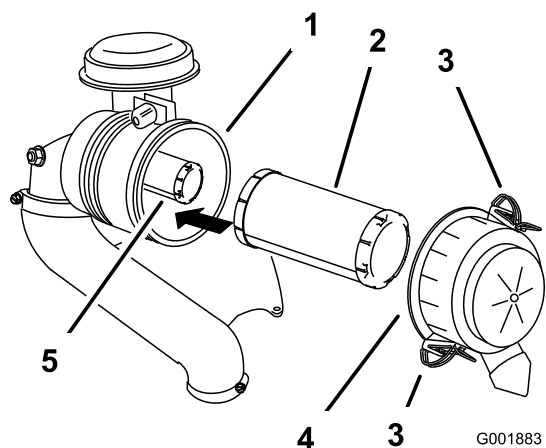

Figure 43
3. Déverrouillez le filtre à air et détachez le couvercle du boîtier du filtre (Figure 43).
- Sortez le préfiltre du boîtier du filtre avec précaution (Figure 43).
- Si vous remplacez l'élément interne, insérez-le avec précaution dans le boîtier du filtre (Figure 43).
- Glissez ensuite le préfiltre sur l'élément de sécurité avec précaution (Figure 43).
- Remettez en place et verrouillez le couvercle du filtre à air (Figure 43).